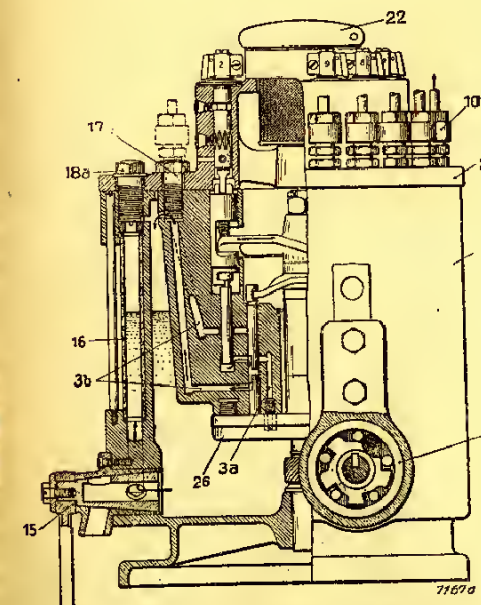

Bild 7. Druckstellung (Einzel-Regelung)
Zähes Öl, z. B. Dampfzylinderöl, muß vor dem Einfüllen angewärmt werden, damit es dünnflüssiger wird und leichter durch das Einfüllsieb hindurchfließt. Ist der Ölspiegel bis an den unteren Rand des Ölstandglases 16 (Bild 7) gefallen, so muß Öl nachgefüllt werden, um Ansaugen von Luft zu verhüten.
durch eine kurze Verschlußschraube 17 (Bild 7) zu ersetzen. Die Schraube 17 wird neuerdings in den Pumpenfuß unterhalb des Firmenschilds eingeschraubt, so daß sie im Bedarfsfall sofort zur Hand ist. Diese Verschlußschraube läßt in der oberen Bohrung des Pumpenelements eine seitliche Bohrung offen, durch die das Öl des nicht benutzten Ölauslasses in den Behälter zurückläuft.
Zum Ablassen des Öls oder der zur Reinigung verwendeten Flüssigkeit wird der Griff des Ablaßhahns 15 (Bild 7) am Ölbehälter nach oben gestellt. Dann fließt alles Öl aus dem Ölbehälter und dem Ölstand heraus.
Stellungen des Ablaßhahns. (Dreiweghahn, Bild 7).
6. Auswechseln des Ölstandglases. Springt das Ölstandglas, so wird der Griff des Dreiweghahns, wie oben angegeben, nach der Seite ge- dreht, damit kein Öl aus dem Behälter durch den zerbrochenen Ölstand herauslaufen kann. Nach Abnahme der Deckelschraube 18 a (Bild 7) schraubt